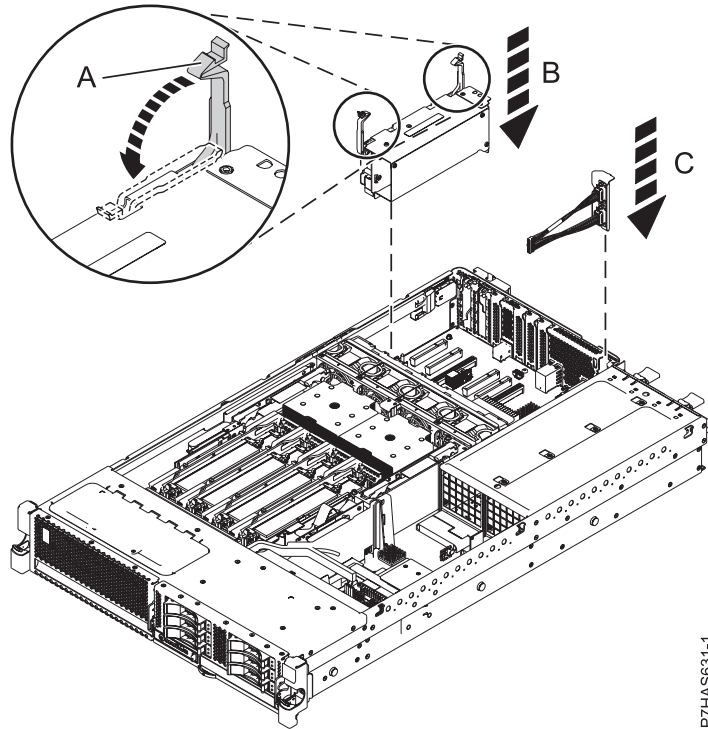

Figura 2. Instal·lació de l'adaptador GX FC EJ0G en un sistema
9. Prepareu la instal·lació del nou adaptador estirant els pestells (A) de l'adaptador de la posició oberta, tal com es mostra a Figura 2 a la pàgina 4. L'adaptador GX++ FC EJ0G (adaptador 12X IB2 de 2 ports amb un SPCN CD de 2 ports) (B) està instal·lat a la ranura 2 de l'adaptador GX i el conjunt del cable SPCN de 2 porta FC EJ0G (C) està instal·lat a la ranura 1 de l'adaptador GX.
12. Gireu suaument els pestells (A) fins que quedin en posició de bloqueig, tal com es mostra a Figura 2.
- a. Agafeu amb compte el conjunt del cable SPCN de 2 ports FC EJ0G (C) que es mostra a la Figura 2 per la peça de contrapunt superior i alineeu-la amb l'orifici de la ranura 1 de l'adaptador GX (P1-C1) a la part posterior del xassís.